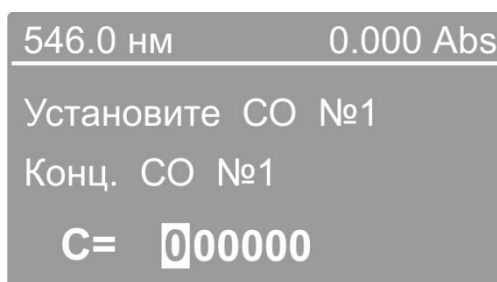

Рисунок 14 - Ввод концентрации стандартного образца.
3. На дисплее отобразится поле ввода концентрации очередного образца (Рисунок 14). Курсор находится на первом нуле числового значения концентрации, состоящего из шести знакомест.